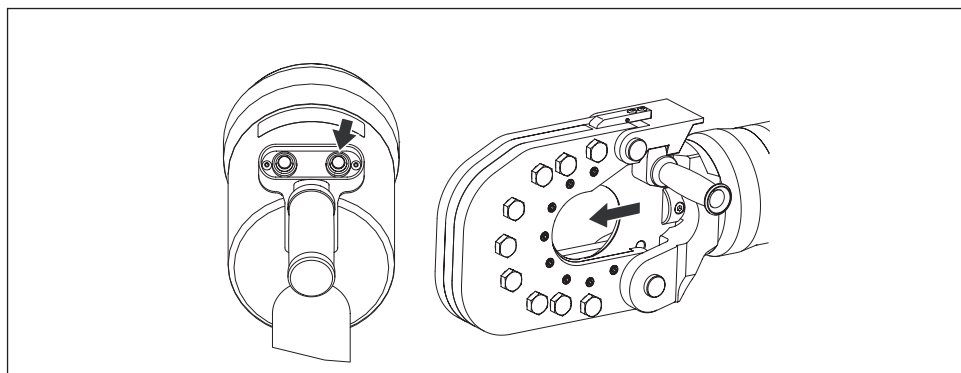

Figura 10, operação - avanço/corte
- Pressione e segure o botão de **avanço** para avançar o pistão e deslizar a lâmina móvel para frente. Veja a Figura 10.